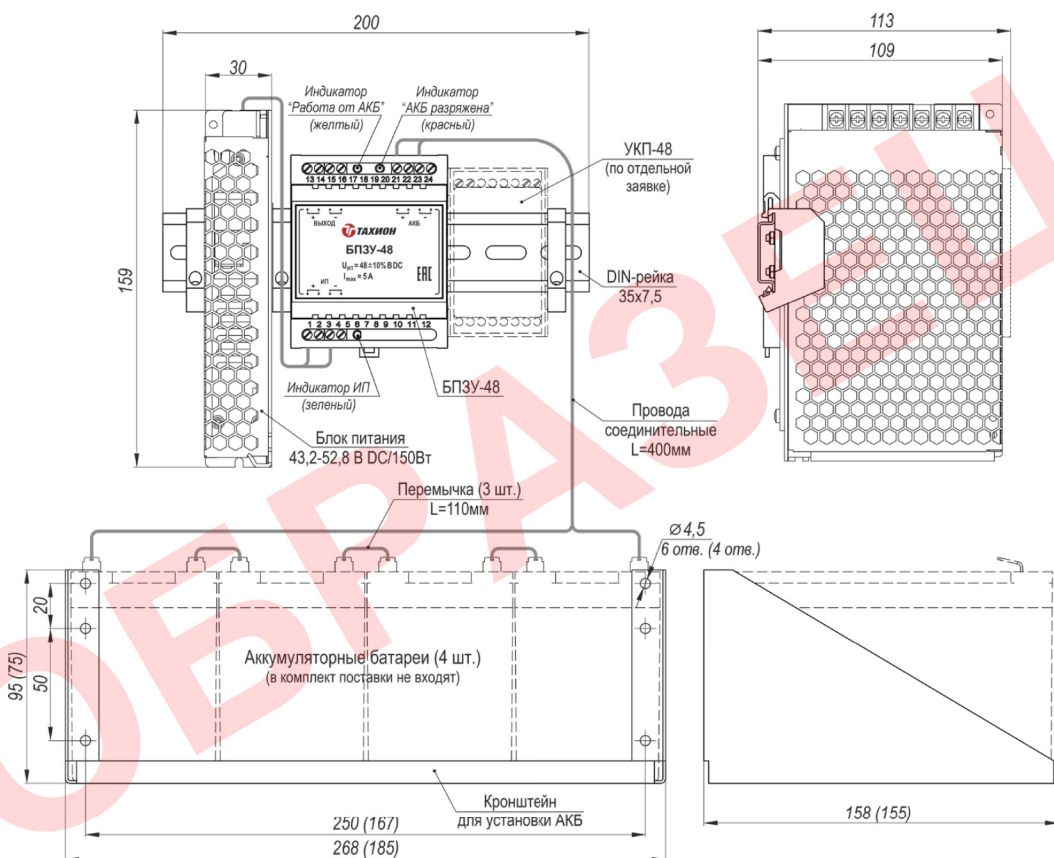

Рисунок 1 – Устройство, габаритные и установочные размеры
| 12. Габаритные размеры | см. рисунок 1 |
2. Установить аккумуляторные батареи на кронштейн (рисунок 1) и подключить ее проводами соединительными к контактам 21 (+) и 23 (-) БПЗУ-48, соблюдая полярность. Соединить аккумуляторы перемычкой.
4. Подать трехпроводным кабелем напряжение питания 230 В AC на соответствующие контакты блока питания, при этом фазный провод (L) соединить с контактом L, нулевой провод (N) с контактом N, а провод заземления соединить с контактом PE .